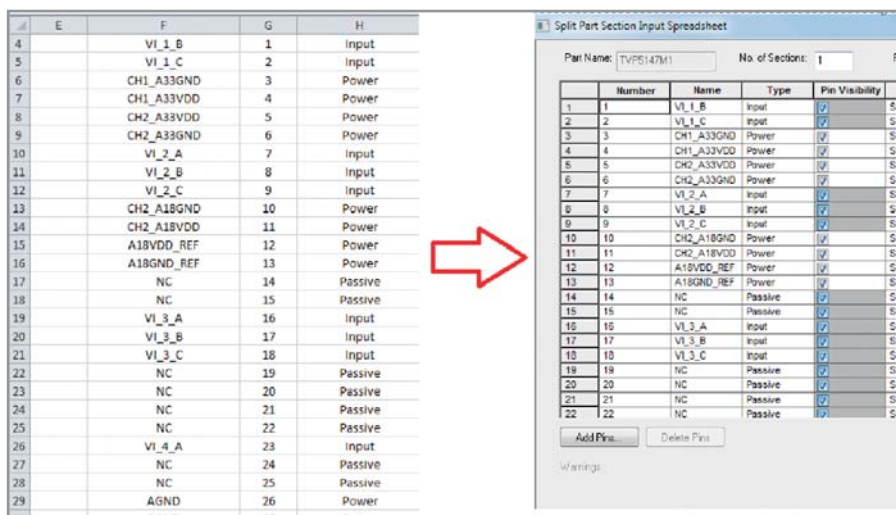

Рис. 14. Вставка данных в таблицу OrCAD Capture
4. Скопируем данные о выводах в таблицу OrCAD Capture через буфер обмена (см. рис. 14).